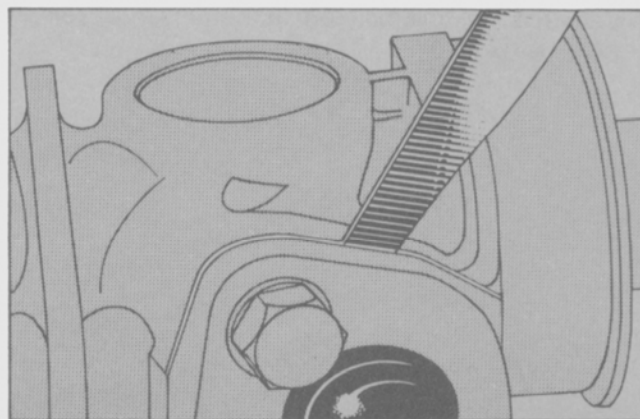

Fig. 19 - Control del huelgo de la tapa del piñón sin junta.
- Para asegurarse de que la tapa haya quedado uniformemente asentada a la caja del piñón, tomar medidas con las láminas calibradas en las zonas adyacentes a cada tornillo (Fig. 19).